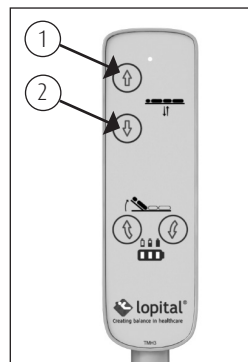

Abbildung 4 Handtastatur.
- Die Liege wird nach oben bewegt, indem der Bedienungsknopf mit dem nach oben weisenden Pfeil gedrückt wird. Die Liege bewegt sich dann gleichmäßig nach oben (1) (*Siehe Abbildung 4*).
- Die Liege wird nach unten bewegt, indem der Bedienungsknopf mit dem nach unten weisenden Pfeil gedrückt wird. Die Liege senkt sich gleichmäßig nach unten (2) (Siehe Abbildung 4).